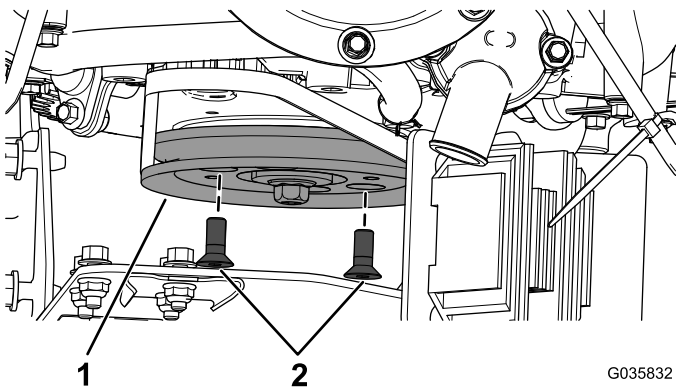

Bild 7
2. Installieren Sie die Freilaufriemenscheibe am Motor mit den 2 Sechskantflachkopfschrauben (M8 x 20 mm), wie in Bild 7 abgebildet.